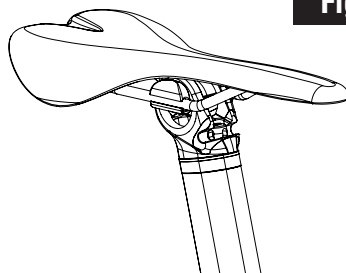

Fig 3
3. Schuif vervolgens de onderste steun (10c) onder de zadelsrails. (Afb. 3)